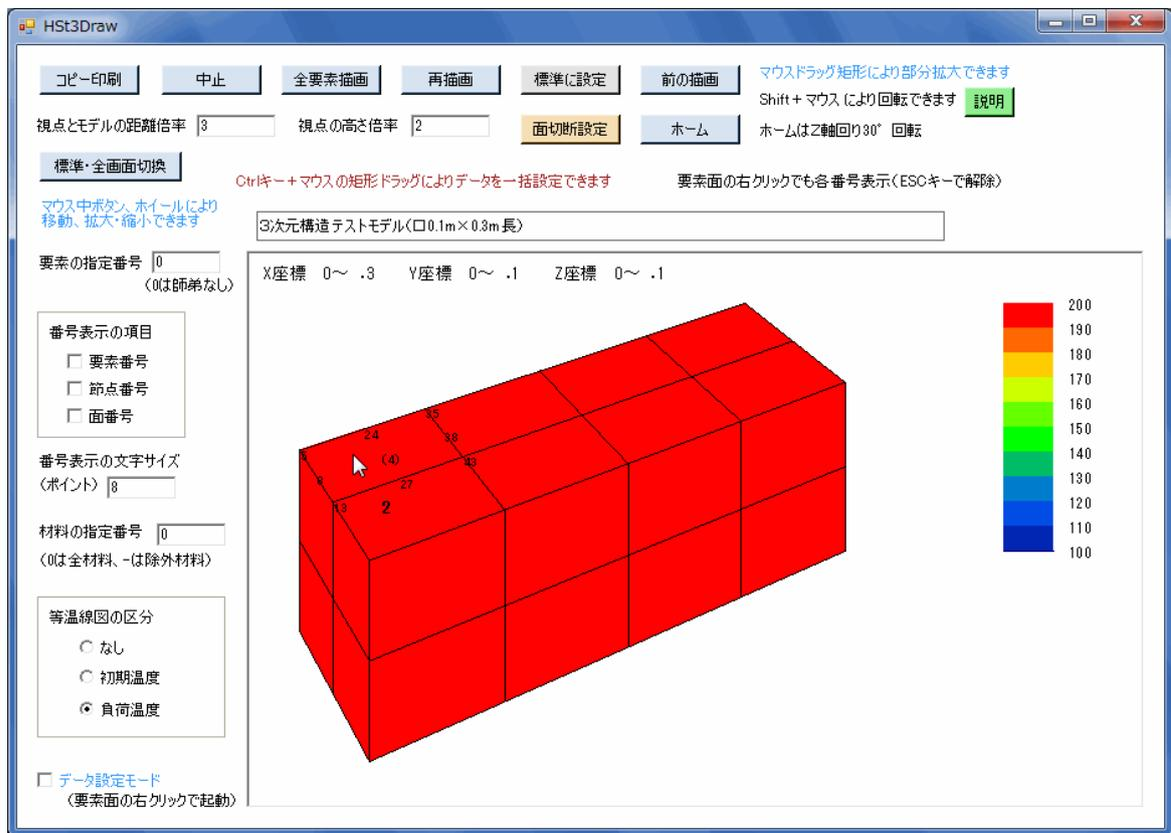

図5-19 構造作画における要素面の右クリック画面例
15) 任意の要素面を右クリックすると、図5-19のように当該要素面の要素番号・節点番号・面番号が表示されます。